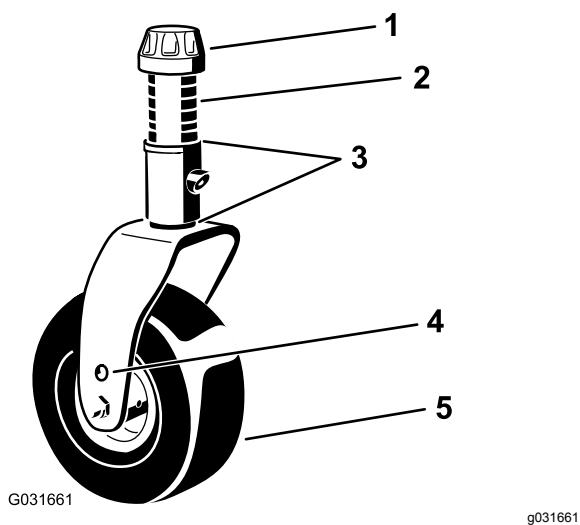

図 19
4. 付属のキャストカップレンチを使用して、キャストスピンドルシャフトからテンショニングキャップをゆるめて外し、キャストアームからキャストシャフトを抜き出す 図 19。
7. シムを取り付け最初についていたように、残りのスペーサをシャフトに取り付ける 図 19。
8. テンショニングキャップを取り付け、マシン付属のキャストキャップレンチで締め付ける 図 19。